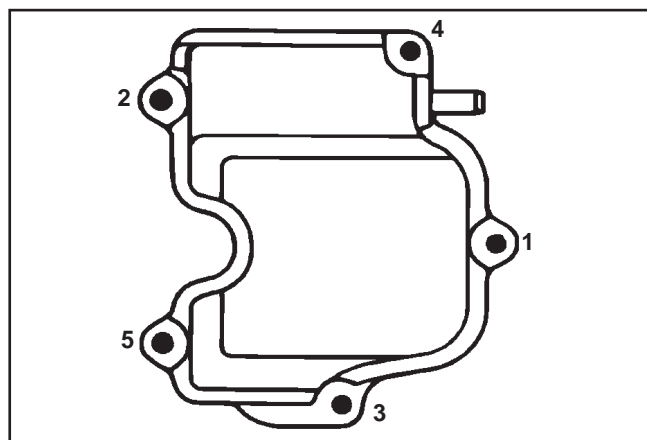

Figure 11-45. Séquence de serrage du couvercle de soupape.
4. Serrer les vis dans l'ordre indiqué à la figure 11-45, ainsi :